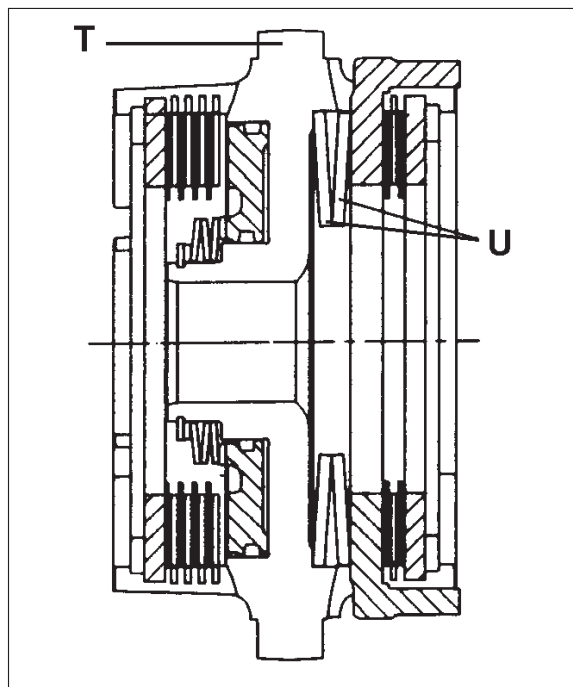

Fig. 10 - Ensamblado previo de los embragues MEDIUM-LOW.
- Montar previamente en el banco los discos de embrague en la campana MEDIUM - LOW **T** cód. 007.6744.3 (Fig. 10). Alinear los discos mediante la misma campana, antes de comprimir los muelles de taza **U** cód. 2.1499.127.0;